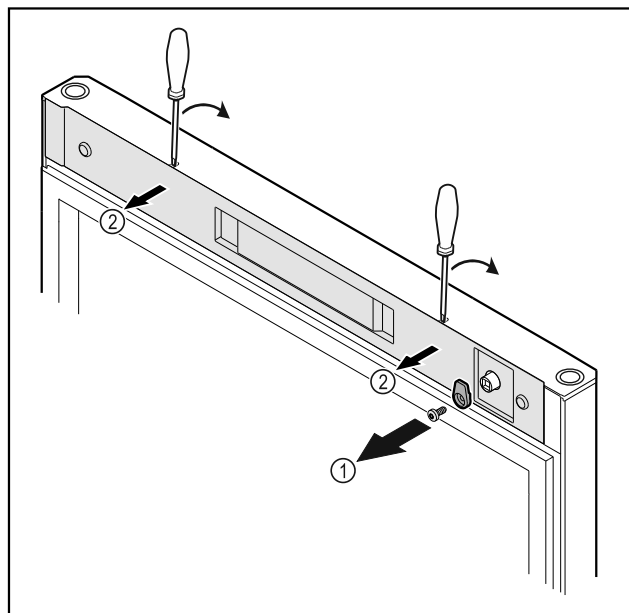

Fig. 10
- Dévisser le crochet de fermeture Fig. 10 (1).
- Décrocher le cache Fig. 10 (2) avec un petit tournevis et le retirer.